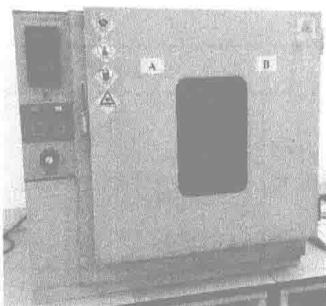

图 2-1 电烘箱
- (1) 晾干：把洗净的仪器倒置在干净的实验柜内或仪器架上晾干。
- (2) 吹干：用吹风机或气流干燥器吹干仪器。
- (3) 烘干：将洗净的仪器放进电烘箱（图 2-1）烘干，放入烘箱前应尽量把水沥干，放置仪器时，仪器口应朝下。